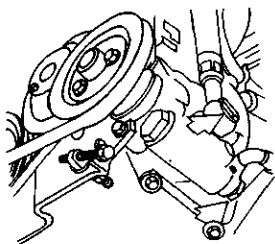

图 3-219 拆下泄放螺栓
- 2) 拆下液压泵上回油管和进油管的泄放螺栓 (如图 3-219 所示), 排放液压油。